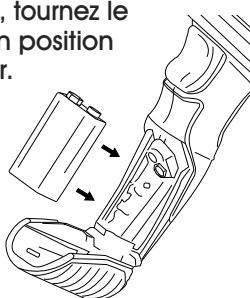

Figure 1
- Raccordez une pile 9 V au bloc de branchement. Insérez la pile dans le compartiment. (Voir Figure 1)